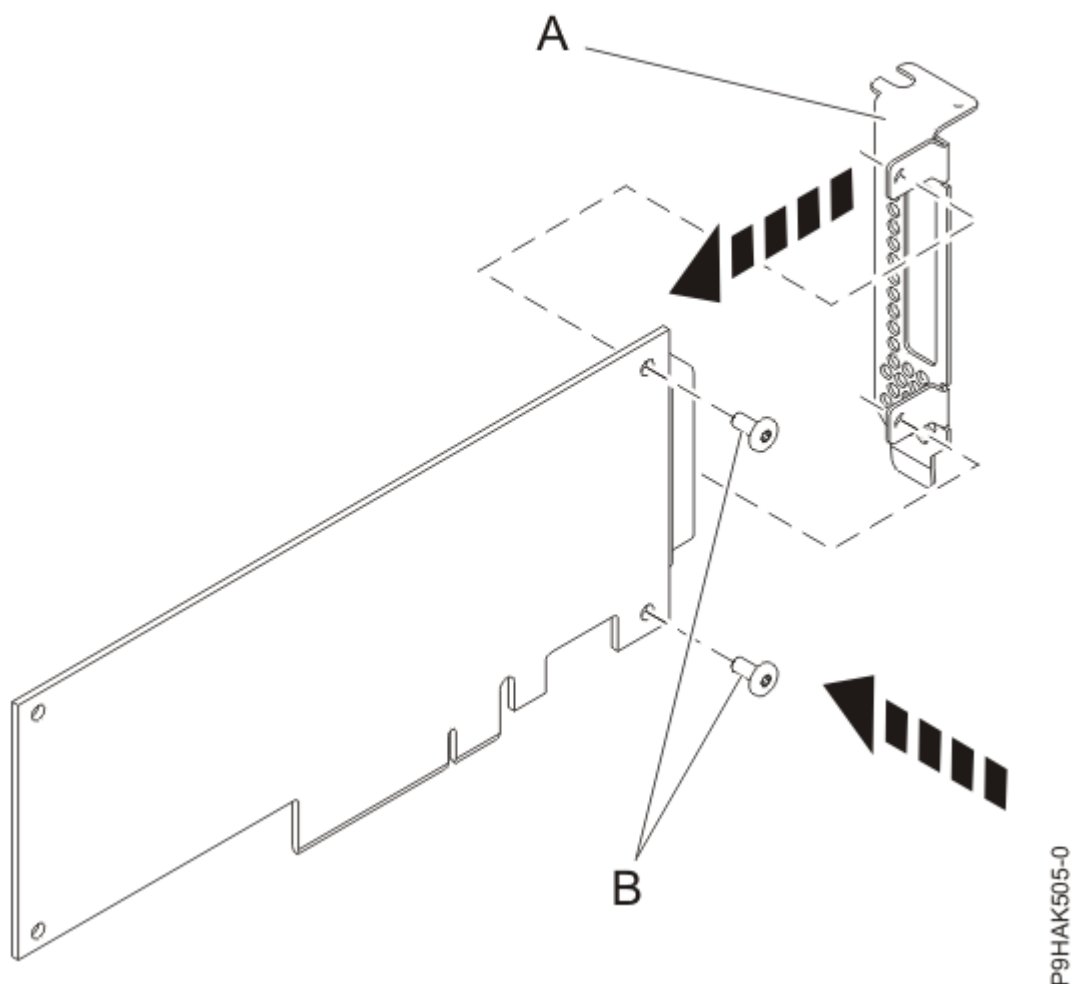

図 39. アダプターへのロープファイル・テール・ストックの取り付け
14. 56 ページの図 39 に示すように、プラスのねじ回しと 2 個の留めねじ (**B**) を使用して、障害の発生したアダプターのテール・ストック (**A**) を新しいアダプターに取り付けます。